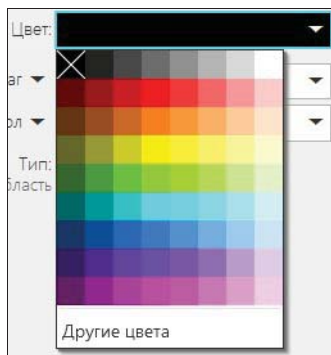

Рис. 7.10. Раскрытый список окна Цвет
- в окне **Цвет** по умолчанию выбран цвет **Черный**. Его можно изменить, нажав ЛК мыши черный треугольник. Появляется палитра цветов (рис. 7.10), где можно выбрать необходимый цвет. Щелчок по строке **Другие цвета** выводит на экран расширенное диалоговое окно **ВЫБОР ЦВЕТА**;